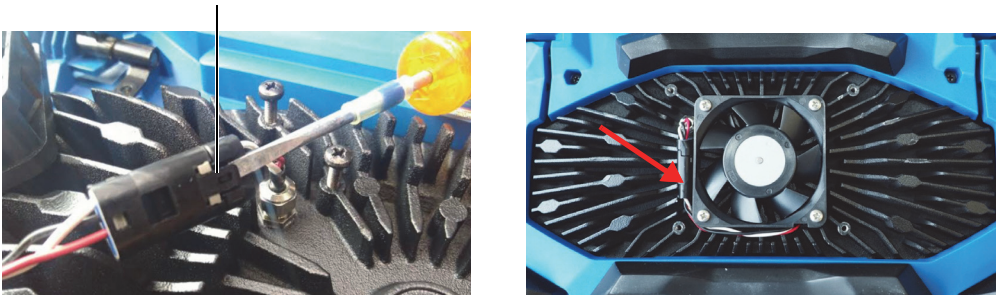

Figura 4-3 Desconexión del cable del ventilador (*izquierda*) e instalación final (*derecha*)
3. Si el ventilador está dañado o funciona incorrectamente, desconecte cuidadosamente el cable (ver Figura 4-3 en la página 59) y reemplace el ventilador con uno nuevo.
4. Si el cable del ventilador ha sido desconectado o desplazado, asegúrese de conectarlo nuevamente y ubicarlo correctamente para fines de montaje (ver Figura 4-3 en la página 59).